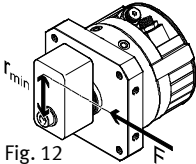

Fig. 12
- Stellen Sie sicher, dass folgende Vorgaben eingehalten sind (Fig. 12):